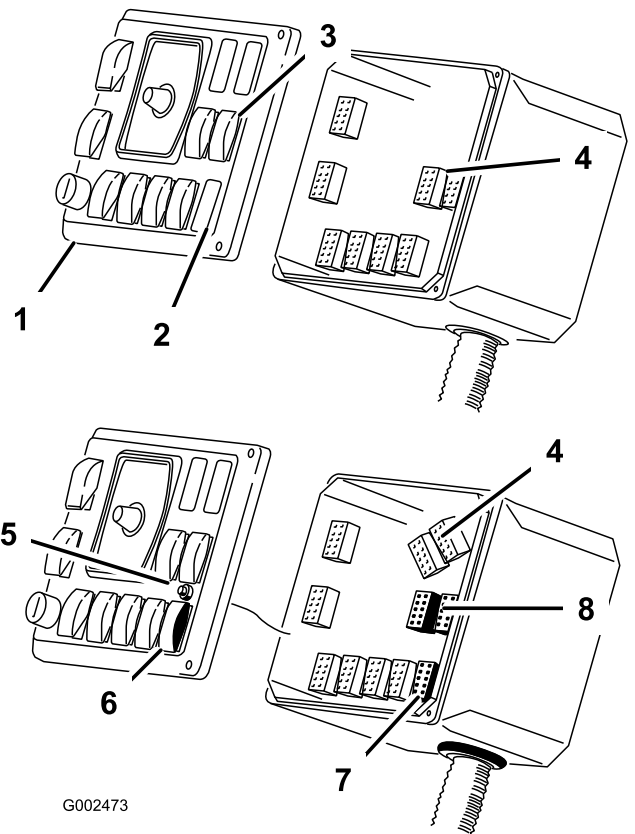

Figura 21
3. Installate la spia dalla parte posteriore del foro e fissatela al pannello anteriore con i dispositivi di fissaggio in dotazione (Figura 21).
4. Rimuovete il tappo dell'interruttore Sonic Boom dal pannello anteriore e montate l'interruttore a bilanciere Sonic Boom (Figura 21).
5. Localizzate e scollegate i connettori degli interruttori di sollevamento delle barre (Figura 21).